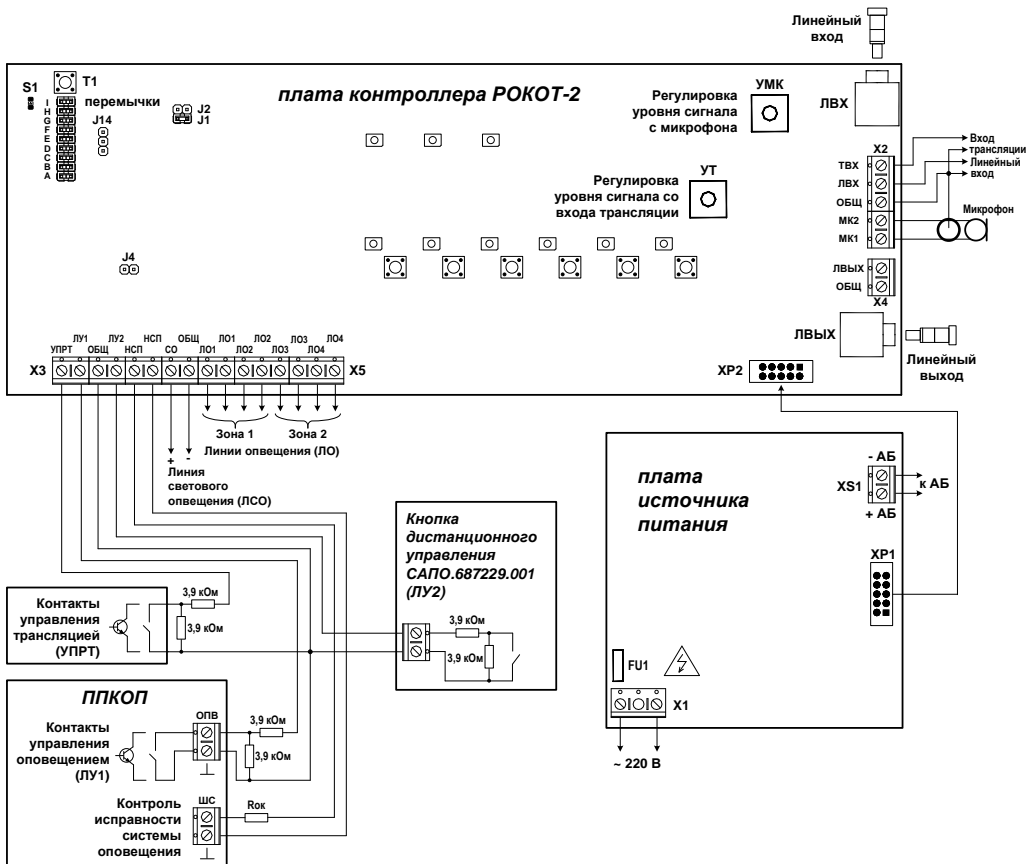

Рис.1 Схема внешних подключений прибора «Рокот-2»
Произведите монтаж всех линий, соединяющих прибор с ППКОП, акустическими системами, световыми указателями, источниками сигналов трансляции, кнопкой дистанционного управления. Для доступа к клеммным колодкам необходимо открыть крышку, открутив винт на крышке внизу корпуса прибора. Схемы подключений – см. рис. 1 – 5.
Внимание! Кнопка дистанционного управления САПО.687229.001 поставляется с установленными в ней резисторами 3,9 кОм. При монтаже не предусмотренной комплектом поставки кнопки необходимо установить два резистора 3,9 кОм согласно схеме подключений – рис.1.
При необходимости размещения в зоне оповещения максимального количества АС (до 20 АС-2-2 или до 8 АС-2-1) с использованием *только одной линии* оповещения допускается объединение выходов ЛО путем установки перемычки между левыми (по рис.1) клеммами выходов ЛО1 и ЛО2 (ЛО3 и ЛО4). Собственное сопротивление проводников такой ЛО должно быть не более 1,5 Ом.
- К клеммам «220В» платы источника питания (см. рис.1) подсоедините кабель сетевого питания. Подайте на прибор напряжение ~220 Вт 50 Гц.
- Снимите перемычку «А» (см. рис.1) и дождитесь прохождения проверки состояния линий оповещения (не более 20 секунд).
- в дежурном режиме работы, открыв крышку прибора, нажать кнопку T1 на плате контроллера (см. рис.1) и удерживать её до загорания индикатора S1.
Переход в тестирование системы происходит из *дежурного режима* при снятии перемычки «С» (см. рис.1). Пока снята эта перемычка, индикатор НЕИСПРАВНОСТЬ мигает зеленым, контакты выхода «Неисправность» разомкнуты.